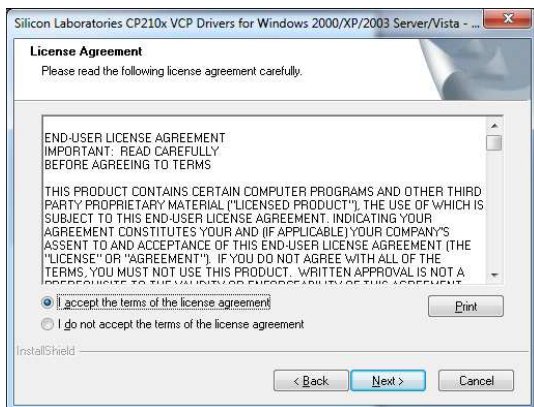

Рисунок 8.9
– на экране появится окно (рисунок 8.9), установить флажок "I accept the terms of the license agreement". Сделать установку, как показано на рисунке, и щелкнуть по кнопке **Next**;